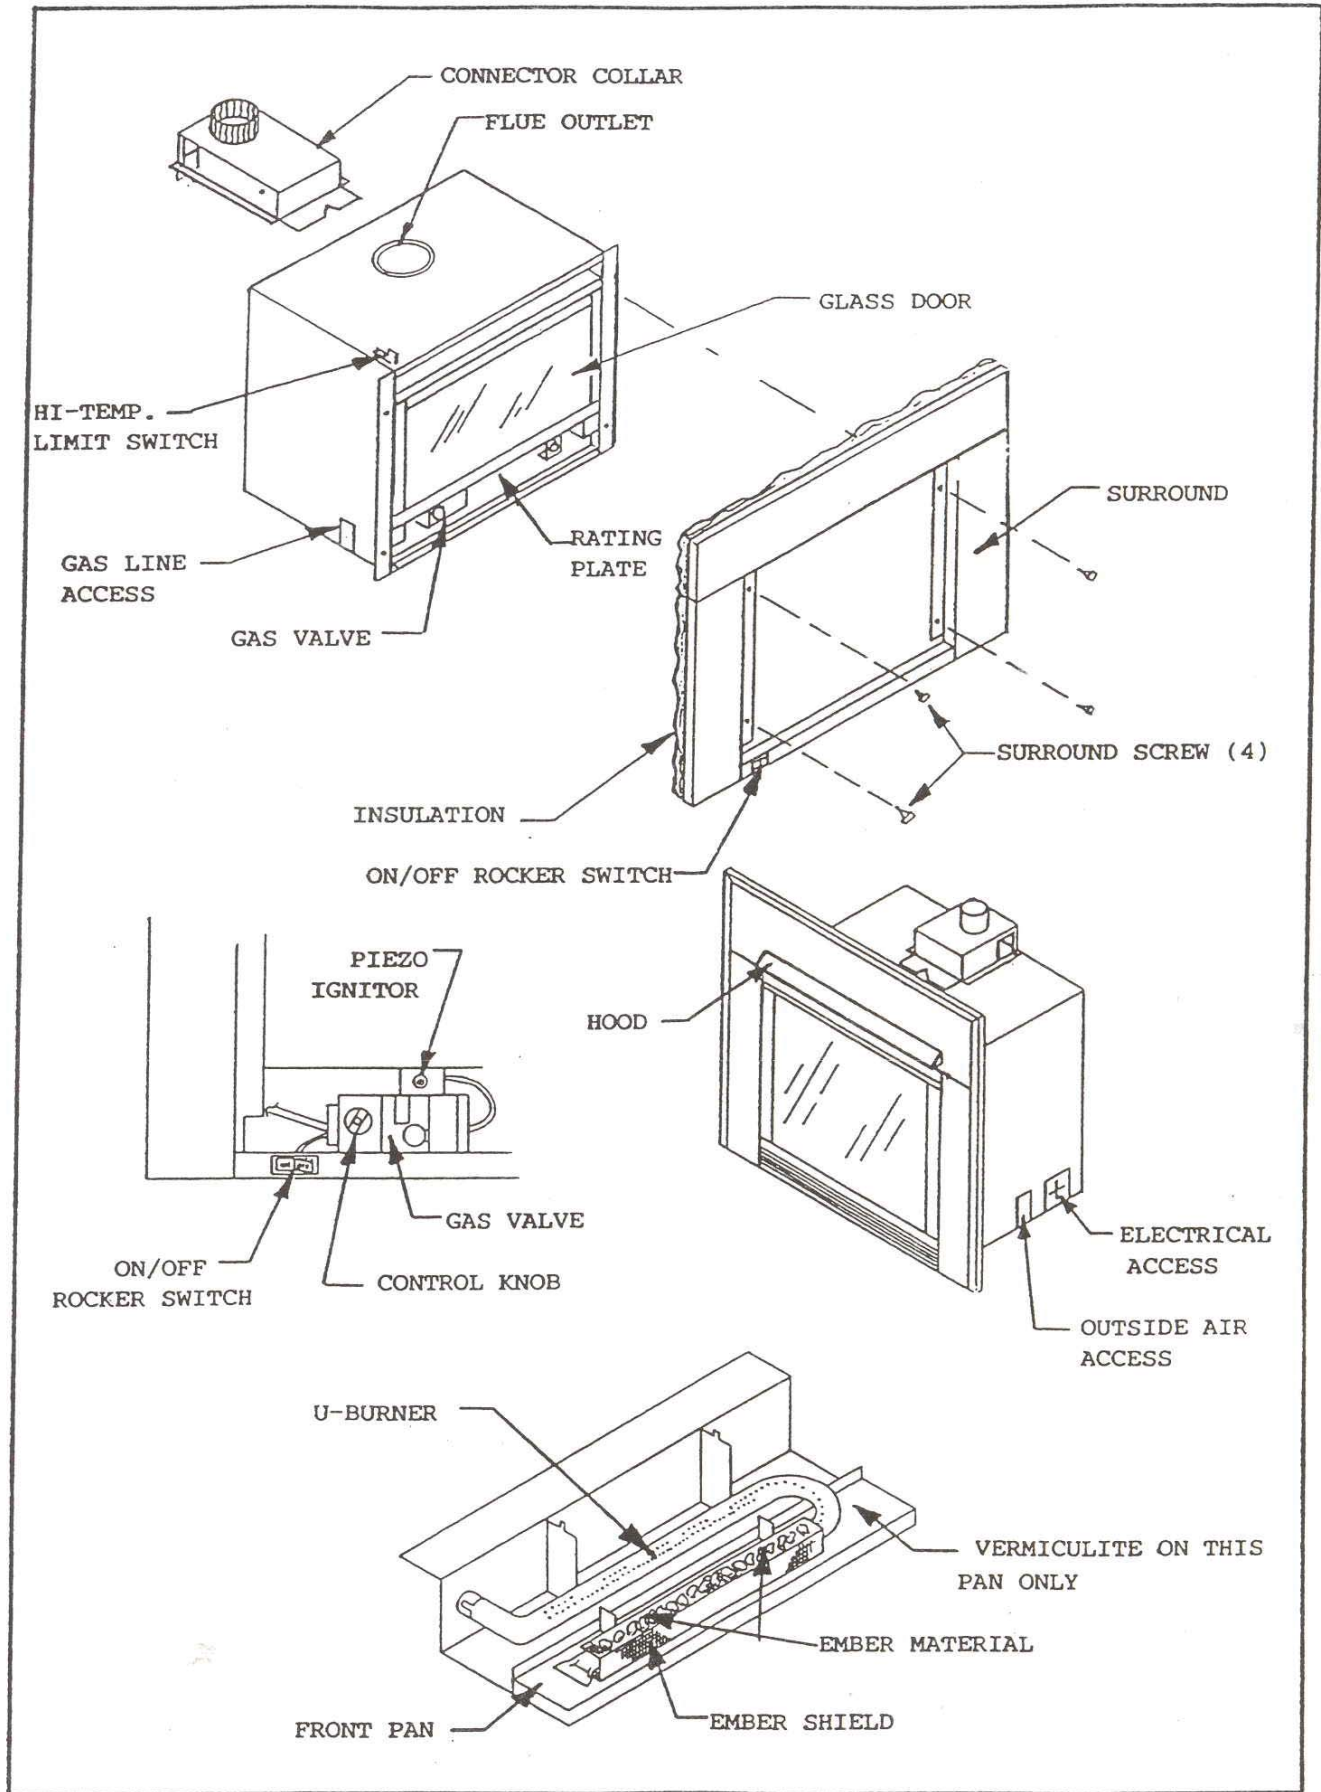

FIGURE 1
**NOTE:** IT IS ESSENTIAL FOR PROPER UNIT OPERATION THAT THE VERMICULITE CONTAINED IN THE PLASTIC BAG BE SPREAD EVENLY ACROSS THE BOTTOM OF THE FIREBOX FRONT PAN **ONLY** (FIGURE 1).